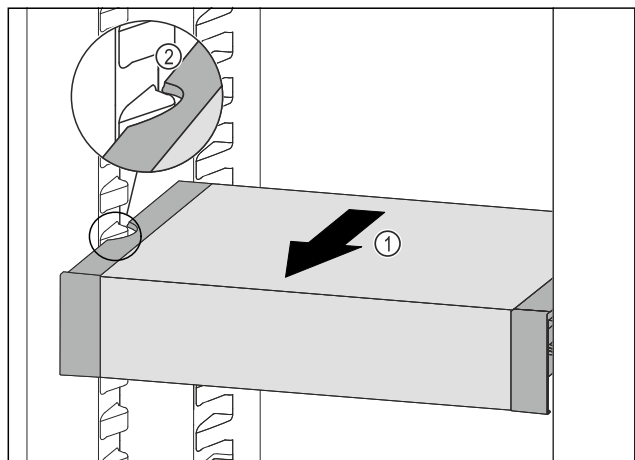

Fig. 93
- ▶ Вытягивайте VarioSafe вперед Fig. 93 (1), пока боковые выемки VarioSafe не окажутся на высоте выступа резервуара в холодильном отделении. Fig. 93 (2)